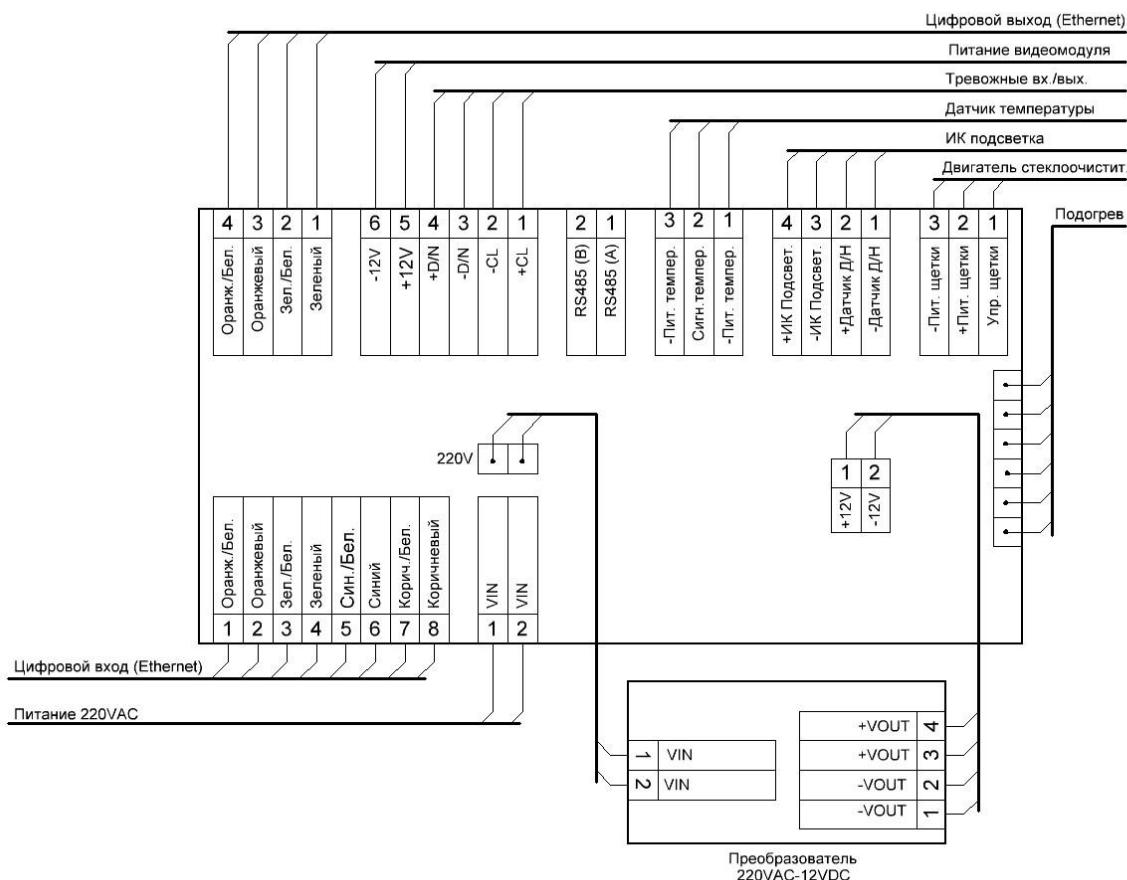
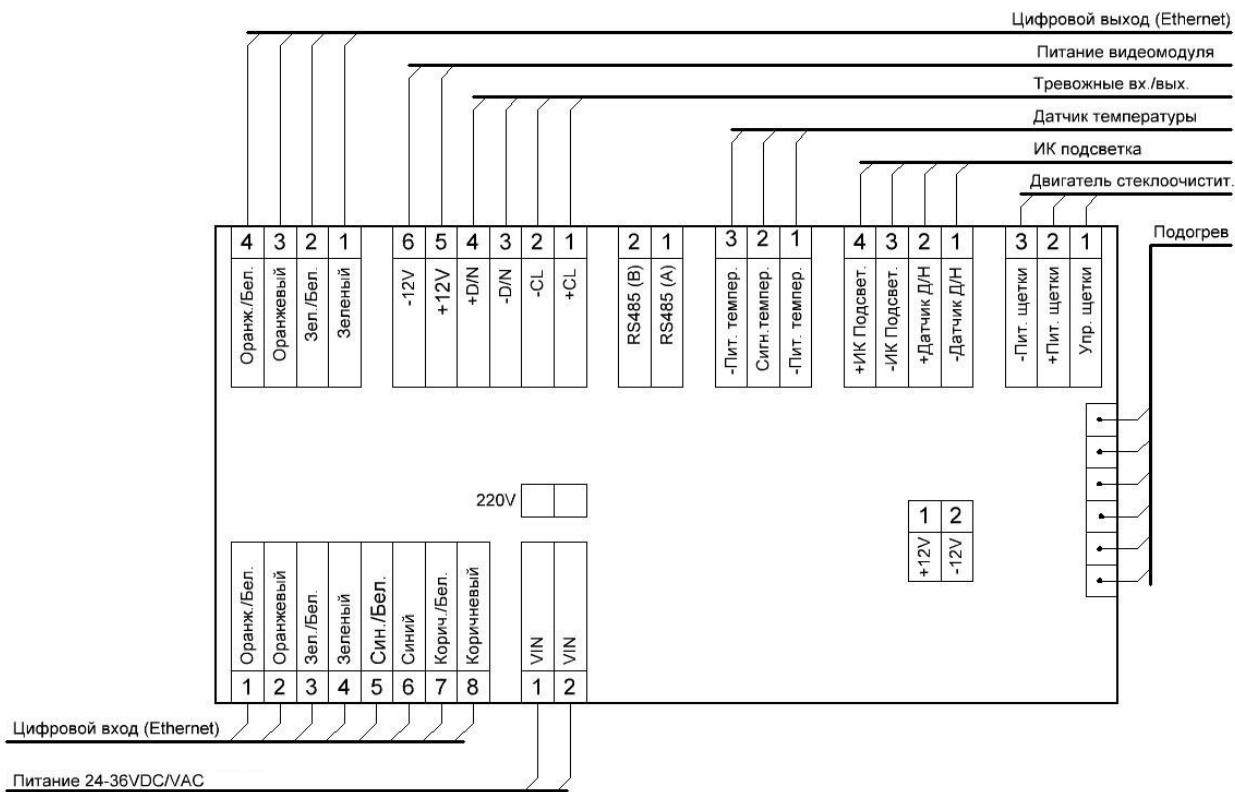

Рисунок 4.3 – Схема подключения термокожуха с напряжением питания 220 В переменного тока
Рисунок 4.4 – Схема подключения термокожуха с напряжением питания 24–36 постоянного и переменного тока
5. Подключите питание и сигнальный выход видеокамеры к электронной плате термокожуха согласно схеме подключения (Рисунок 4.3, Рисунок 4.4, Рисунок 4.4).
6. Подключите электронную плату термокожуха к источнику питания с напряжением, соответствующим исполнению кожуха. Подключите видеовыход камеры к входу монитора с входным сопротивлением 75 Ом (Рисунок 4.3, Рисунок 4.4, Рисунок 4.4).